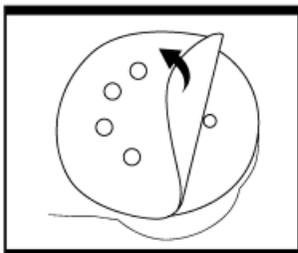

Fig. 1
1. CHANGEMENT DU PAPIER ABRASIF (Fig. 1)